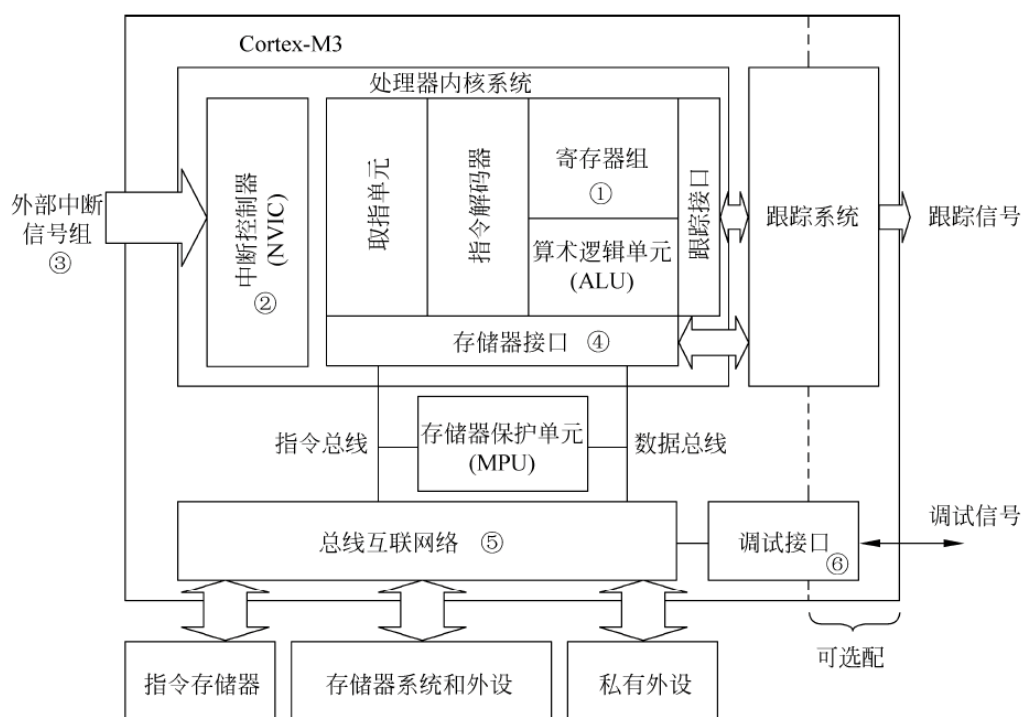

图 2.1 Cortex-M3 的内核架构简化框图
Cortex-M3 的内核架构的简化框图如图 2.1 所示,下面主要关注架构图中标了序号的模块:寄存器组、NVIC、中断和异常、存储器映射、总线接口、调试支持。
1. 寄存器组(图 2.1 中标号①)
2. NVIC 嵌套向量中断控制器(图 2.1 中标号②)
3. 外部中断信号组(图 2.1 中标号③)
4. 存储器接口(图 2.1 中标号④)
5. 总线互联网络(图 2.1 中标号⑤)
(1) 用于访问指令存储器的总线：有两条代码存储区总线负责对代码存储区的访问, 分别是 I-Code 总线和 D-Code 总线。前者用于取指, 后者用于查表等操作。
(2) 用于访问存储器和外设的系统总线, 覆盖的区域包含 SRAM、片上外设、片外 RAM、片外扩展设备以及系统级存储区的部分空间。
(3) 用于访问私有外设的总线,负责一部分私有外设的访问,主要是访问调试组件。它们也在系统级存储区。
6. 调试接口(图 2.1 中标号⑥)